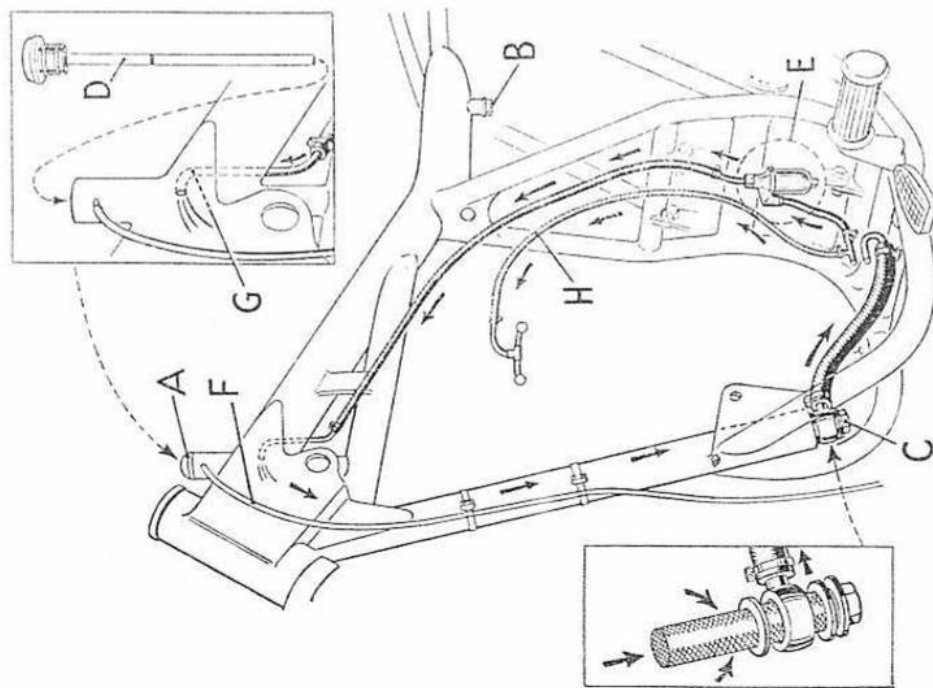
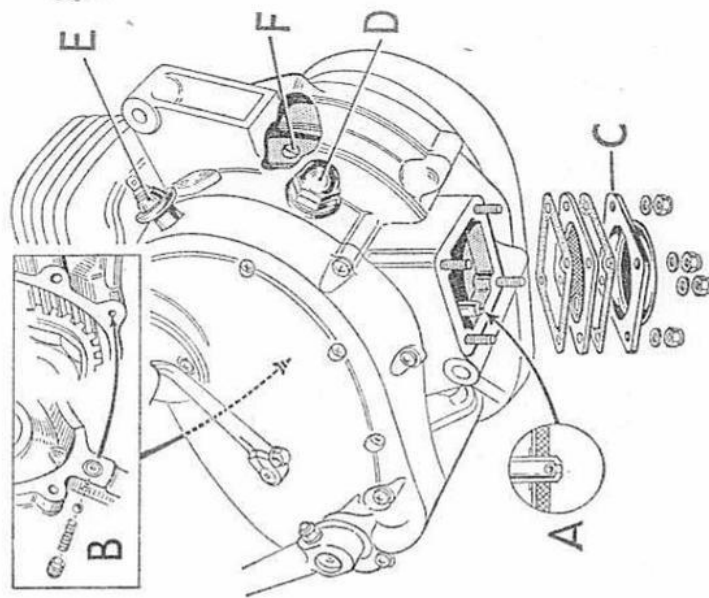

Fig. 7. Le système de graissage montrant les canalisations, les filtres, etc.
Fig. 8. Le système de graissage du moteur montrant les soupapes à billes (le manostat est monté sur les moteurs de 250 cm³ seulement).
Le système de graissage est du type à carter sec et est commandé par une pompe à engrenage double située dans le fond du carter moteur sur le côté droit. L'huile est aspirée du réservoir par la pompe d'alimentation, puis est distribuée au-delà de la soupape de retenue (B) Fig. 8, par l'intermédiaire d'une conduite dans l'arbre principal, pour parvenir à la tête de bielle.
Après avoir lubrifié le moteur, l'huile passe par un filtre pour parvenir à une petite pompe dans le fond du carter moteur, d'où elle est aspirée par la pompe de balayage pour passer au-delà de la soupape de retenue (A) Fig. 8 et déchargée dans le réservoir d'huile. Si l'on enlève le bouchon de remplissage (A) Fig. 7 pendant que le moteur tourne, on doit voir l'huile en retour sortir du tuyau (G) Fig. 7, sous le col de remplissage. L'huile qui s'écoule ainsi contiendra très probablement des bulles d'air, mais c'est là un phénomène normal dû à la plus grande capacité de la pompe de retour. S'il ne s'écoule pas d'huile de ce tuyau, arrêter le moteur immédiatement et en chercher la cause (voir soupape à bille de la pompe, page 17).
Un tuyau de dérivation (H) Fig. 7 amène une alimentation d'huile aux culbuteurs, aux extrémités des poussoirs, etc.
La soupape (B) Fig. 8 empêche le transfert de l'huile du réservoir au carter moteur pendant que la machine demeure inutilisée et, comme le filtre centrifuge au volant moteur (F), elle n'exige pas d'attention tant que l'on ne démonte pas le moteur complètement.
Une soupape de dérivation (D) Fig. 8 limite la pression dans le circuit de graissage, les quantités d'huile en excès étant renvoyées au réservoir par la pompe de balayage. Cette soupape ne doit être déposé que lorsqu'on démonte le moteur pour entretien.
Manostat (modèles 250 cm³ seulement) ("E", Fig. 8)
Il est préférable que les changements d'huile soient effectués après que la machine ait roulé, c'est-à-dire quand l'huile sera chaude et, par conséquent, s'écoulera plus librement. Déposer le bouchon de remplissage (A) Fig. 7. Dévisser le bouchon de vidange (B), à la base du réservoir d'huile, ce pourquoi il sera nécessaire de déposer le panneau de droite et la batterie (sauf sur les modèles moto-cross). Ensuite, dévisser le filtre (C) à l'extrémité inférieure du tube descendant avant, en recueillant l'huile dans un récipient approprié. Nettoyer le filtre (voir ci-dessous) et le remettre en place ainsi que le bouchon de vidange.
La contenance en huile est de 4 pintes anglaises et le niveau normal est indiqué sur la réglette-jauge (D) Fig. 7, fixée au bouchon de remplissage.
Le filtre de carter moteur est retenu par la plaque de carter d'huile (C) Fig. 8 qui se trouve libérée lorsqu'on dépose les quatre écrous autoverrouillables. S'ils sont usés ou endommagés, ils doivent être remplacés par des écrous semblables.
Le filtre principal (C) Fig. 7 est dévissé par le fond du tube descendant avant. Il est essentiel de poser les rondelles en fibre lorsqu'on remet le filtre en place et le filtre lui-même doit être serré convenablement.
Moteur de 250 cm³ seulement. Un filtre à huile extérieur (E) est monté dans la canalisation de retour de l'huile du carter moteur au réservoir (Fig. 7), et est situé derrière le moteur. Il doit être démonté pour nettoyage en même temps que les filtres ci-dessus et, à cette fin, la cuvette doit être extraite.
Le tuyau de reniflard de carter moteur (qui émerge du carter de distribution, près du câble de commande d'embrayage) et le tuyau de reniflard du réservoir d'huile (F) Fig. 7 doivent être examinés régulièrement et amincissements exempts de toute obstruction.
Lorsqu'on dépose le filtre du carter moteur pour nettoyage, il est bon de profiter de cette occasion pour vérifier la soupape à bille (A) Fig. 8 qui est montée dans la canalisation d'aspiration de la pompe. La bille doit être libre sur son siège. Si la bille adhère à son siège, il n'y aura pas de retour d'huile au réservoir et le carter moteur pourra se trouver noyé. Par ailleurs, si le carter moteur contient une quantité d'huile excessive, ceci peut provenir du fait que la bille ne s'appuie pas correctement sur son siège par suite de la présence d'une particule de corps étranger, ce qui permet à l'huile de passer par la pompe pour parvenir au carter moteur lorsque le moteur est à l'arrêt.